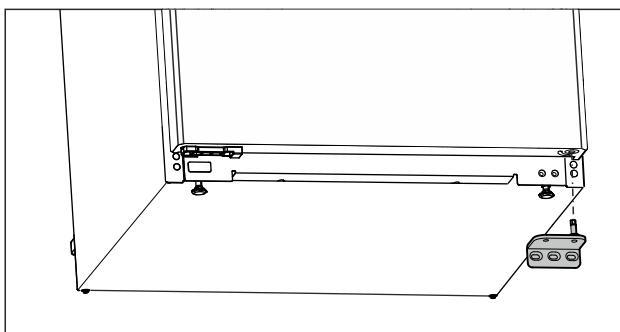

Fig. 16
- Зніміть опорний кронштейн у напрямку вниз. (див. Fig. 16)